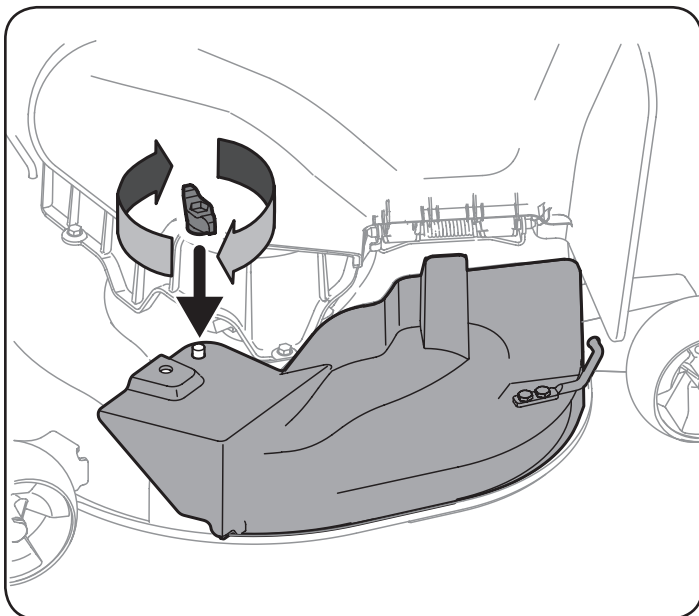

Figure 7
4. Fixer le couvercle de la déchiqueteuse au moyen du boulon à oreilles. Consultez la Figure 7.